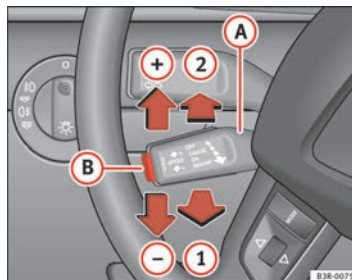

Abb. 140 Bedienungselemente der Geschwindigkeitsregelanlage
- Ziehen Sie den Hebel **(A)** in Position  $\Rightarrow$  Abb. 140 **(1)**, um die Anlage einzuschalten.
- Drücken Sie den Hebel **(A)** nach oben in Richtung  $\Rightarrow$  Abb. 140 **(+)**.
- Drücken Sie den Hebel **(A)** nach unten in Richtung  $\Rightarrow$  Abb. 140 **(-)**.
- Durch kurzes Drücken des Hebels **(A)** nach oben in Richtung  $\Rightarrow$  Abb. 140 **(+)** wird die gewünschte Geschwindigkeit um etwa 2 km/h erhöht.
- Durch kurzes Drücken des Hebels **(A)** nach unten in Richtung  $\Rightarrow$  Abb. 140 **(-)** wird die gewünschte Geschwindigkeit um etwa 2 km/h verringert.
Falls beim vorübergehenden Ausschalten keine gewünschte Geschwindigkeit gespeichert war, können Sie eine neue gewünschte Geschwindigkeit wie folgt speichern: Fahren Sie mit der gewünschten Geschwindigkeit und drücken Sie dann kurz die Drucktaste ⇒ Seite 179, Abb. 140 (B) (SET).
- Drücken Sie den Hebel (A) ⇒ Seite 179, Abb. 140 in Position (2) (gerastet).